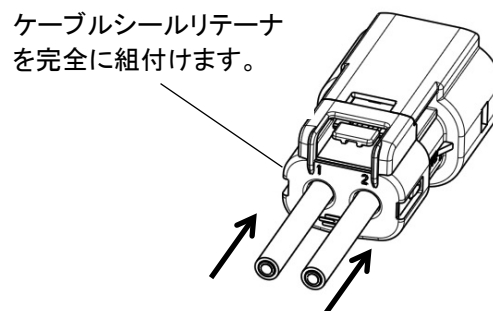

Fig.21
- 5.13. Fig.21 に示されるようにケーブルシールリテーナをメスコネクタのアウトハウジング後部上にブリッジ機構が正しくコネクタのラッチ機構と同調しているか確認し、完全に取り付けます。